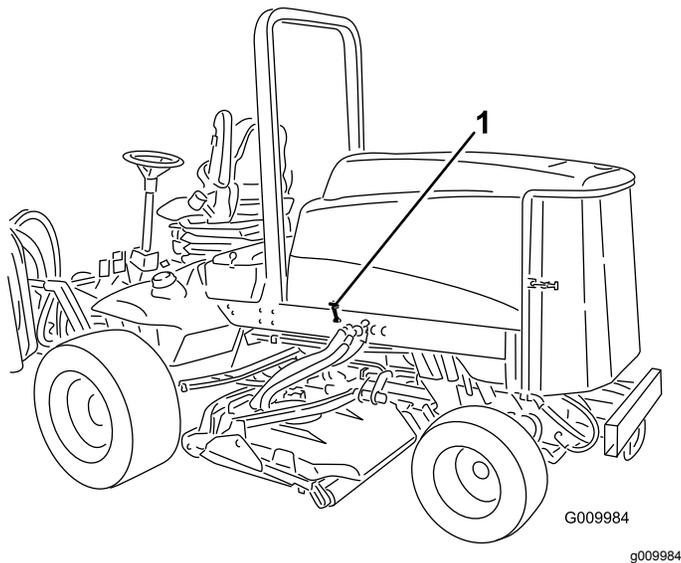

Figura 22
1. Desenganche los cierres del capó (Figura 22) y abra el capó.